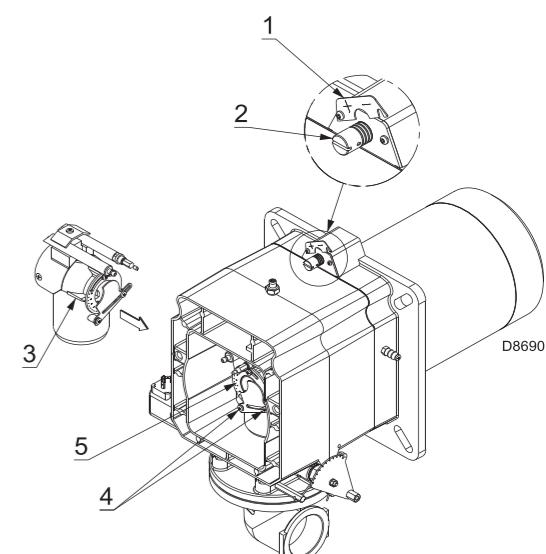

图 16
- ▶ 旋转螺丝2(图16)直至刻槽与法兰前表面1)对齐。
为了便于调节，可先拧松螺丝3(图16)，设定好后，重新在原位拧紧螺丝。
- ▶ 拧松螺丝4)，旋转环形螺母5)(图16)，直至刻槽与指针3)对齐；